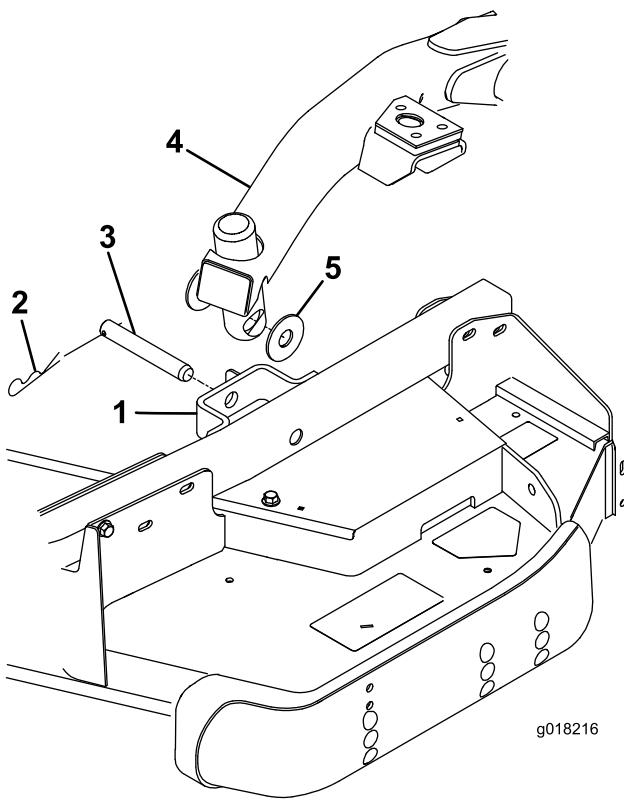

図 26
4. 昇降スイッチを前位置（フロート位置）にセットする。昇降アームを押し下げて、昇降アームについている穴とキャスター・アームのブラケットについている穴を整列させ、昇降アームのパッドに刈高ロッドを挿入できるようにする（図 26）
5. スラスト・ワッシャ 2枚、クレビス・ピン、ヘアピン・コッターを使って、昇降アームをキャスター・アームに固定する。スラスト・ワッシャは昇降アームとキャスター・アーム・ブラケットの間にに入る（図 26）コッター・ピンを、キャスター・アーム・タブのスロットに差し込んで固定する。